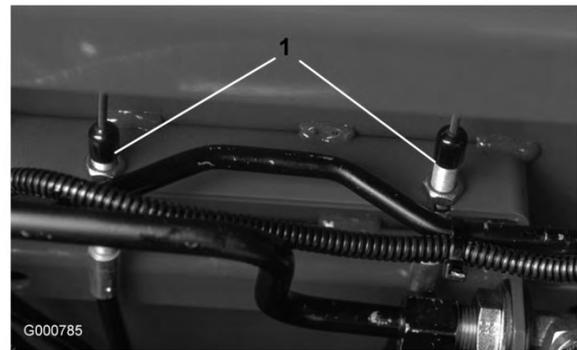

Figura 73
2. Per ridurre il gioco dei pedali del freno, stringete i freni allentando il dado anteriore sull'estremità filettata del cavo del freno (Figura 73). Serrate quindi il dado posteriore per spostare indietro il cavo fino ad ottenere un gioco compreso tra 1,25 e 2,5 cm per i pedali dei freni. Serrate i dadi anteriori dopo avere regolato correttamente i freni.